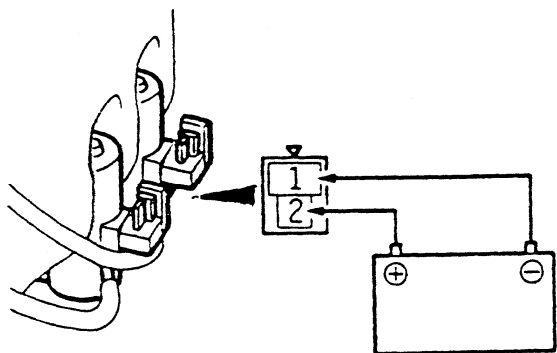

图 12-59 检查喷水器电机
(4) 检查喷水器电机。将雨刷喷水器电机装在雨刷水箱上并将水箱注满水。如图 12-59 所示，将蓄电池线接至 1 号端子及 2 号端子上时，检查水喷出的强度。